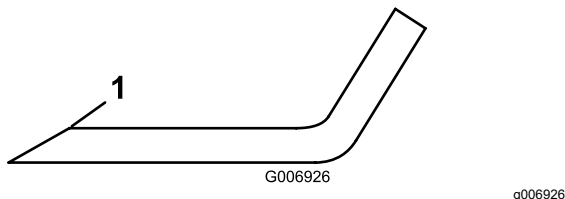

Figura 16
3. Inspeccione los filos de corte de todas las cuchillas. Afílelos si están romos o tienen mellas. Afíle únicamente la parte superior del filo y mantenga el ángulo de corte original para asegurar un filo correcto (Figura 16). La cuchilla permanecerá equilibrada si se retira la misma cantidad de metal de ambos bordes de corte.